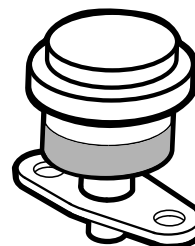

Figura 50
1. Controllate la spia di ostruzione del filtro. Se la spia è rossa, è necessario sostituire il filtro dell'aria (Figura 50).